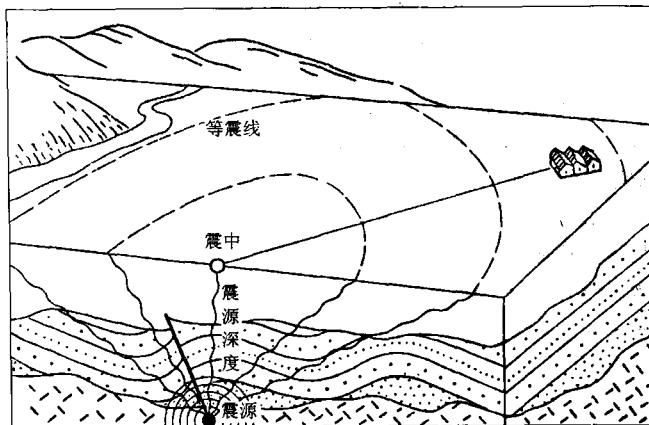

图 1-3 地震示意图
(1) 地壳运动。由于地球自转速度的改变等原因,使得组成地壳的物质(岩体)不断运动,并改变其相对位置和内部构造,称为地壳运动。它是内力地质作用的一种重要形式,也是改变地壳面貌的主导作用。地壳运动表现为水平运动和升降运动。
(2) 岩浆作用。岩浆是地壳深处的一种富含挥发性物质、高温高压的黏稠硅酸盐熔融体,其中尚含有一些金属硫化物和氧化物。在地壳运动的影响下,由于外部压力的变化,岩浆向压力减小的方向移动,上升到地壳上部或喷出地表冷却凝固成为岩石的全过程,统称为岩浆作用。由岩浆作用而形成的岩石,称为岩浆岩。岩浆作用有喷出作用和侵入作用两种。
(3) 变质作用。由于地壳运动及岩浆活动,使已形成的矿物和岩石受到高温、高压及化学成分加入的影响,在固体状态下,发生物质成分与结构、构造的变化,形成新的矿物和岩石,这一过程称为变质作用。根据引起变质作用的基本因素,可将变质作用分为接触变质作用、动力变质作用和区域变质作用三种。
(4) 地震。地震是地壳快速颤动的现象,是地壳运动的一种表现形式。地壳内部发生地震的地方称为震源,震源在地面上的垂直投影称为震中,震中到震源的距离称为震源深度,见图1-3。